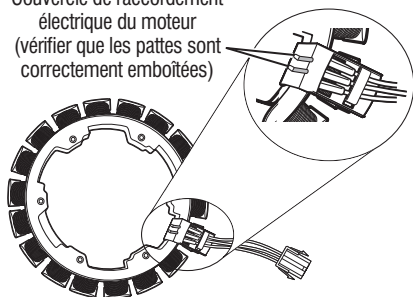

Figure 5 - Dépose de la bobine du changeur de vitesse et contrôle du raccordement électrique du moteur
13. Contrôler visuellement que le couvercle de raccordement électrique du moteur est bien emboîté (voir Figure 5, page 40).